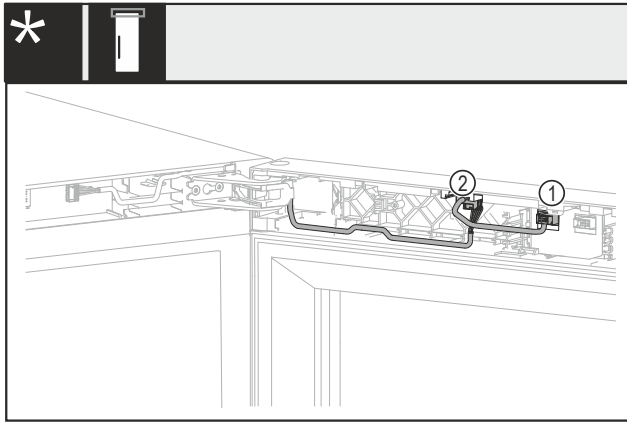

Fig. 9 Senza serratura o con serratura meccanica
- Estrarre la spina Fig. 9 (1).
- Estrarre la spina Fig. 9 (2).